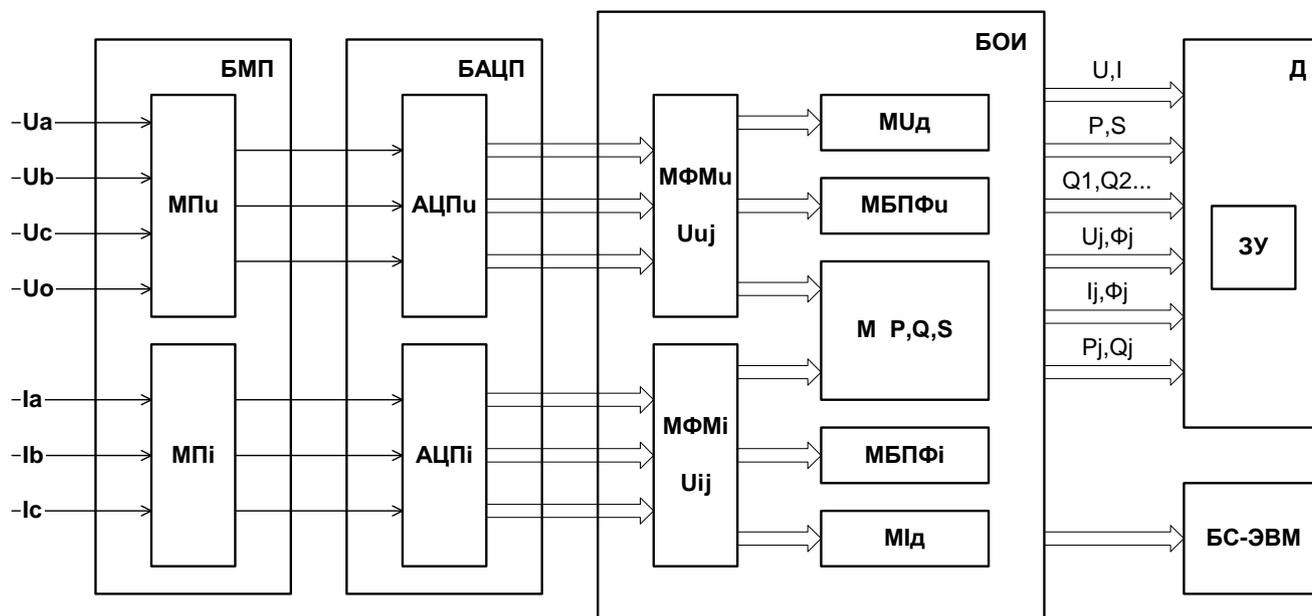

Рис. 2.1. Структурная схема Энерготестера ПКЭ:
2.5.1. Структурная схема Энерготестера ПКЭ представлена на рис. 2.1.